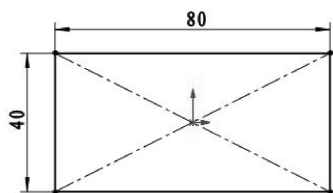

图 3-6 绘制矩形
- 单击 中心矩形按钮，绘制呈中心线对称的矩形，如图 3-6 所示。